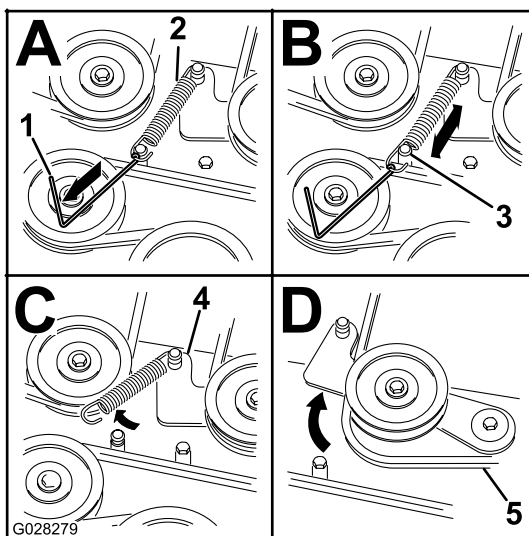

Figura 49
7. Usando una herramienta para la retirada de muelles (Pieza Toro N° 92-5771), retire el muelle tensor del espárrago de la carcasa para eliminar la tensión de la polea tensora (Figura 49).
10. Pase la correa nueva alrededor de las poleas del cortacésped y de la polea del embrague, debajo del motor (Figura 49).
11. Usando una herramienta para la retirada de muelles (Pieza Toro N° 92-5771), instale el muelle tensor sobre el espárrago de la carcasa y tense la polea tensora y la correa (Figura 49).